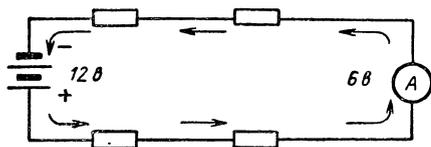

Рис. IV.76. В последовательной электрической цепи один и тот же ток проходит через все сопротивления. Общее сопротивление цепи равно 12 ом.
**Последовательно соединенные сопротивления.** Итак, когда два или несколько сопротивлений соединены последовательно, то через каждое из них проходит один и тот же ток. На рис. IV.76 изображена схема, состоящая из последовательного соединения четырех сопротивлений, подключенных к 12-в аккумуляторной батарее. Если к такой батарее подключить только одну лампу, то она перегорит. Когда к батарее напряжением 12 в подключено четыре последовательно соединенные лампы, то на одну лампу будет приходиться всего 3 в.
Если каждая лампа в схеме на рис. IV.76 имеет сопротивление 3 ом, то общее сопротивление такой цепи может быть рассчитано